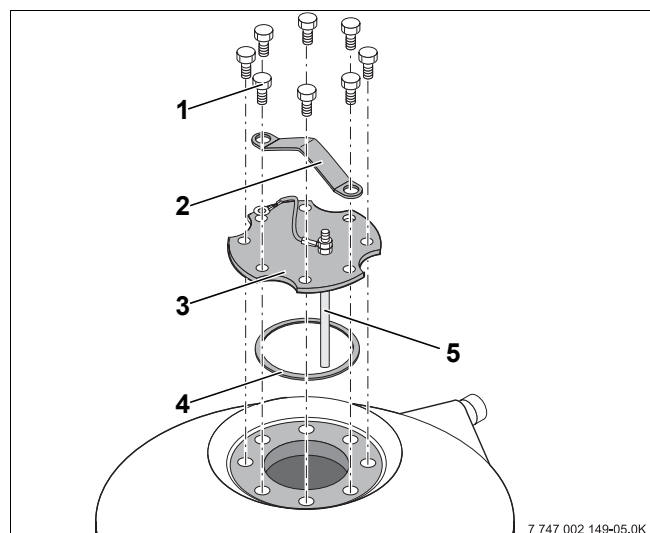

Рис. 15 Демонтаж крышки люка
- Вывернуть болты (рис. 15, **поз. 1**) из крышки смотрового люка (рис. 15, **поз. 3**).
- Снять с бака крышку смотрового люка, ручку для транспортировки (рис. 15, **поз. 2** и уплотнение (рис. 15, **поз. 4**).